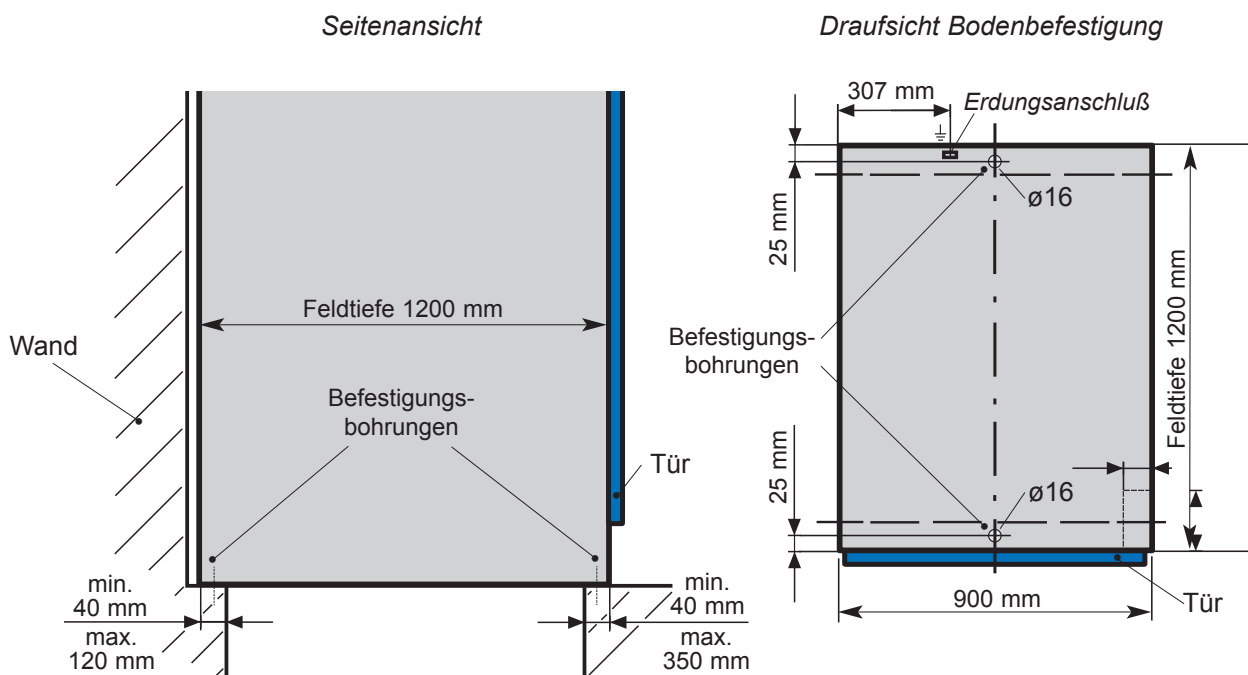

Bild 3: Bodendurchbruch
- Erdungsanschluss (siehe auch Bild 3)